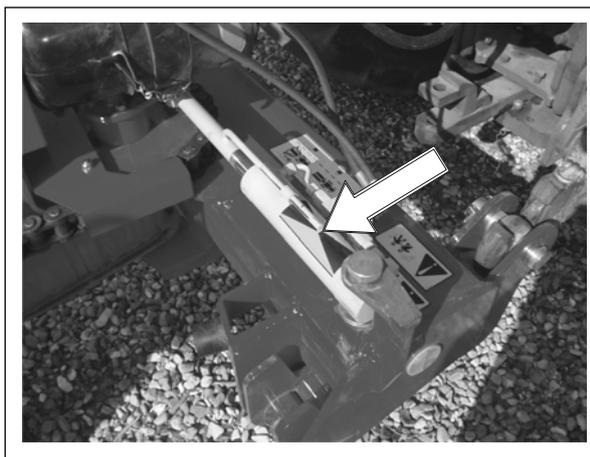

Abb. 3-13
**Abb. 3-13** Wenn beim Lenken, wegen fehlender Überlappung im Verhältnis zur Frontmaschine, Streifen entstehen, kann man diese durch Justierung des Zylinders entfernen/minimieren.
**WICHTIG:** Der Zylinder gegen Übersteuerung findet den Mittelpunkt nicht selbst wieder. Das müssen Sie selbst tun mittels des Indikators, siehe Abb. 3-13. Bei Straßentransport muss sich der Indikator in der Mitte befinden.